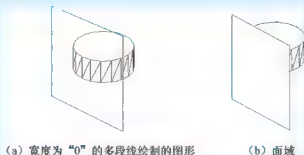

图 6.33 多段线和面域的区别
- 宽度为“0”的多段线绘制的图形相当于用金属丝所折成的几何图形，只有轮廓信息，没有内部信息；面域则相当于一张具有几何形状的诗，存有内部信息，如图 6.33 所示。